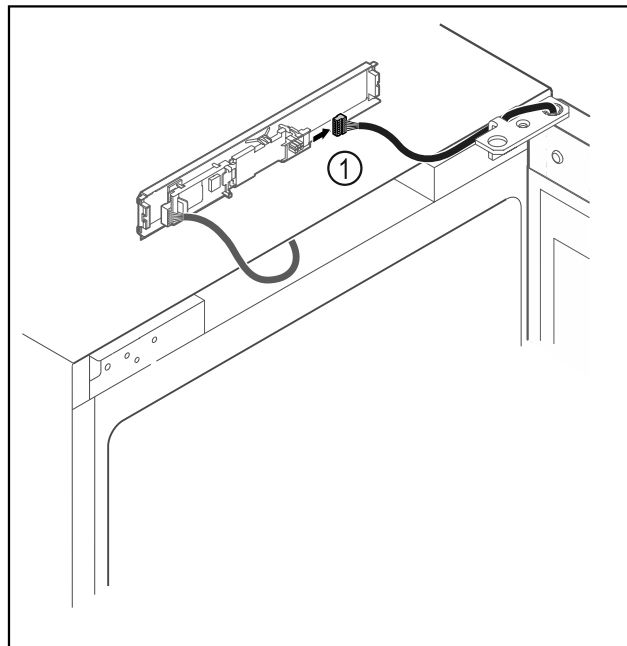

Fig. 13
- Atvienojiet spraudni Fig. 13 (1) no shēmas plates.